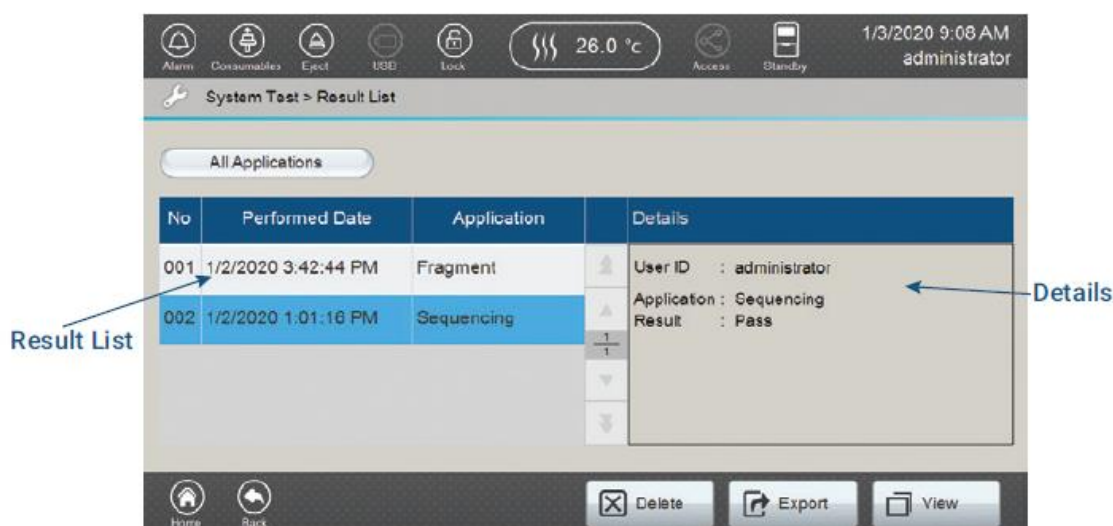

図 228 Sequencing System Test を選択した Result List 画面
2. 確認したい system test を選択すると、「Result List」画面に選択した system test の Details が表示されます。（図 228）
7. Export を選択すると、Result List 画面（図 228）から Export を選択するときと同じ方法で pdf ファイルとして、system test のレポートをエクスポートできます。